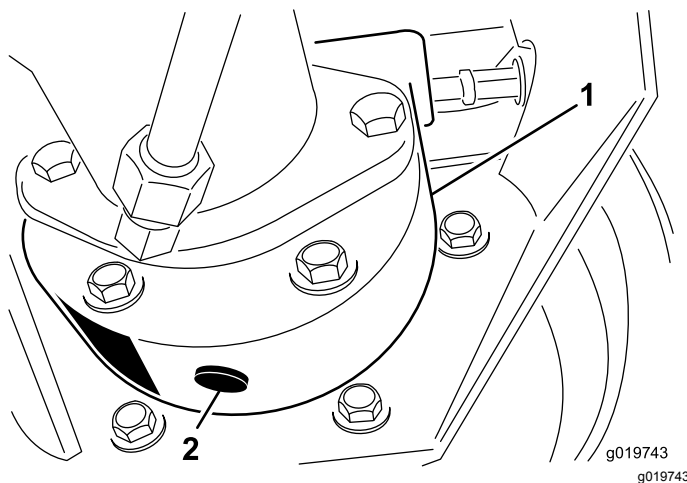

Figura 82
- Coloque un recipiente debajo del alojamiento del freno, retire el tapón y deje que se drene el aceite (Figura 82).